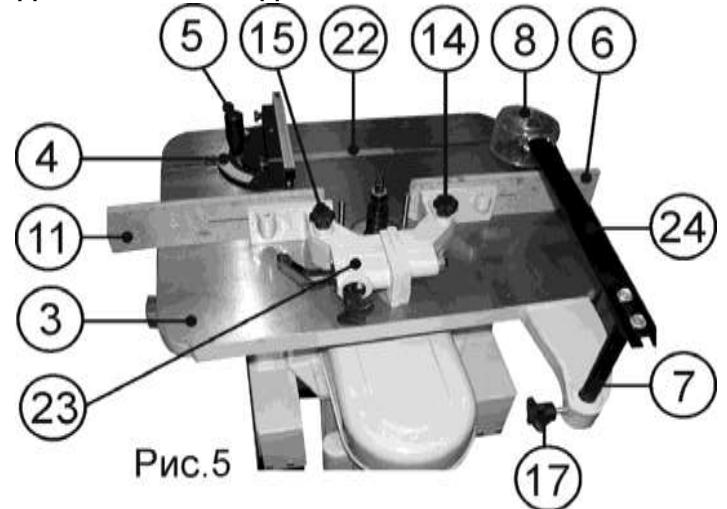

Рис.5
8.2.2. Используя шайбу (Р), Рис.1, на скользящей планке (22) установите и ручкой (5) закрепите направляющую скоса (4), Рис.5.
8.4.1. Используя крепёжные детали (Е), Рис.1, стойку защитного колпака (7), штангу (24) и защитный колпак (8) соедините в один узел, Рис. 5.
8.4.2. Стойку защитного колпака (7) вставьте в гнездо на рабочем столе (3), закрепите фиксирующим винтом (17), Рис. 5.